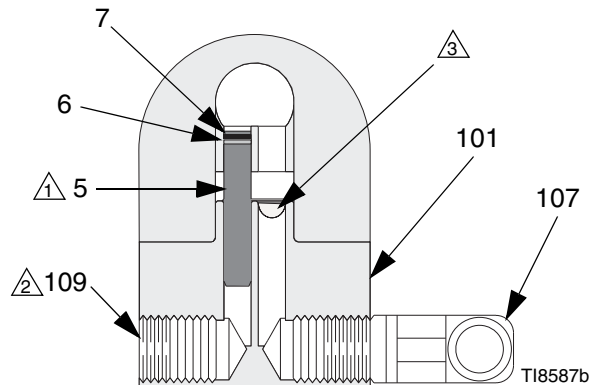

FIG. 1: Se muestra la configuración sin circulación (vista de corte)
1. Vea la FIG. 1. Aplique lubricante antiagarrotamiento 222955 a las roscas y a las superficies de acoplamiento del colector (101), tapón (109) y codo (107), que se suministran desarmados.
2. Instale un codo (107) en una lumbrera de fluido del colector (101) y un tapón (109) en la otra lumbrera.
3. Instale el tapón interno (5) en la lumbrera de fluido de la pistola del mismo lado que el tapón del colector.
4. Conecte la tubería de suministro de fluido al codo del colector (107).
5. Instale la pistola en el colector usando los cuatro tornillos (17). Inicie las roscas de los cuatro tornillos. Apriete primero los dos tornillos delanteros y luego apriete los dos tornillos traseros a 7,3 N•m (65 pulg-lb).
- ⚠ 2 Sustitúyalo con un racor reductor (107) cuando se usa en sistemas con circulación.